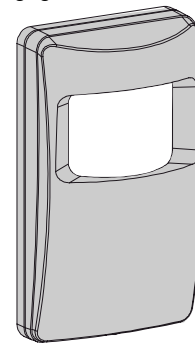

Abb. 1. Gesamtansicht
- A. Lösen und entfernen Sie die Schraube am Boden des Gehäuses (siehe Abb. 1) und nehmen dann den Deckel ab.
- C. Lösen und entfernen Sie die Schraube am Boden des Gehäuses (siehe Abb. 1) und nehmen dann den Deckel ab. Stanzen Sie die entsprechenden Montage-Öffnungen im Boden heraus.